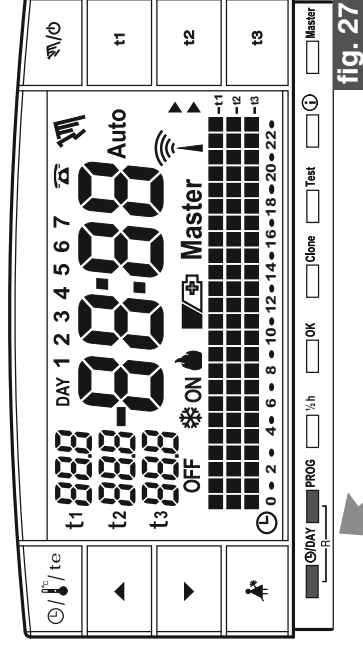

fig. 27
- Se si desidera annullare i dati inseriti mantenere premuti (circa 2 sec.) i tasti **⊖/DAY** e **PROG**. Sul display appariranno tutti i segmenti accesi (autotest generale fig. 27/28).